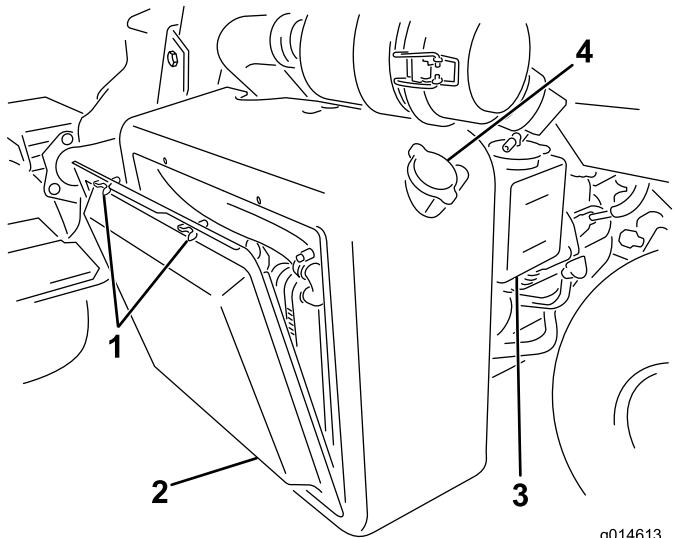
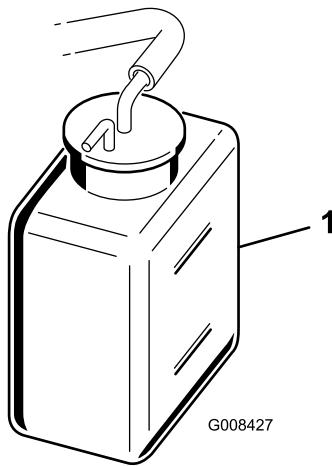

Figure 35
Figure 36
1. Retirez l'écran du radiateur (Figure 35).
2. Contrôlez le niveau de liquide de refroidissement (Figure 35 et Figure 36).